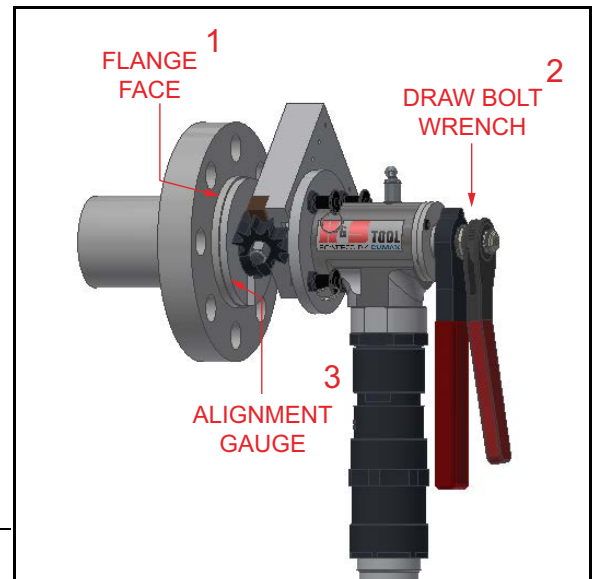

FIGURA 4-2. UBICACIÓN DE LA LLAVE DEL PERNO DE EXTRACCIÓN
4. Presione el calibrador con fuerza contra la superficie de la brida y apriételo en su sitio (consulte la Figura 4-2).